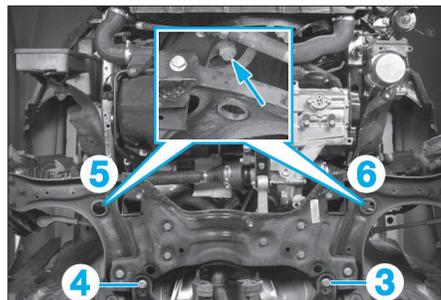

FIG. 25
- Dans l'ordre : - visser successivement les outils [1] en (5), (6), (3) et (4), (Fig.25),